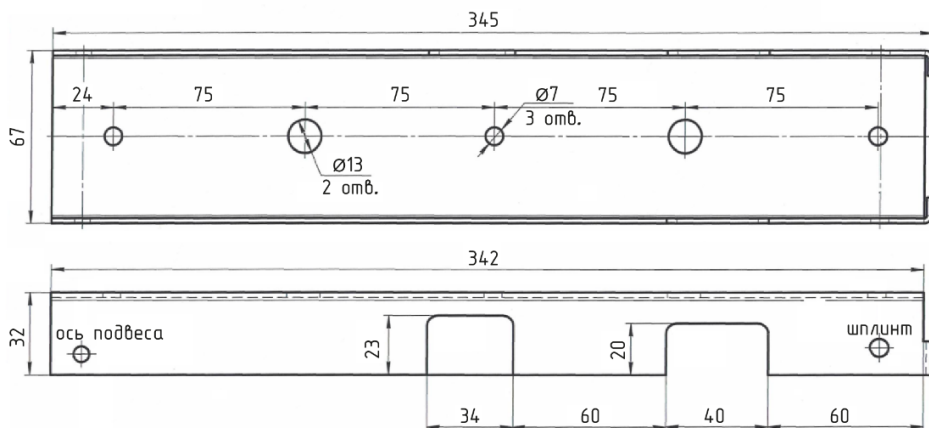

Рис. 6. Крепежная площадка модуля.
6.2 Снять крепежную площадку с корпуса модуля и закрепить ее на месте установки. Размеры крепежной площадки показаны на рис. 6.